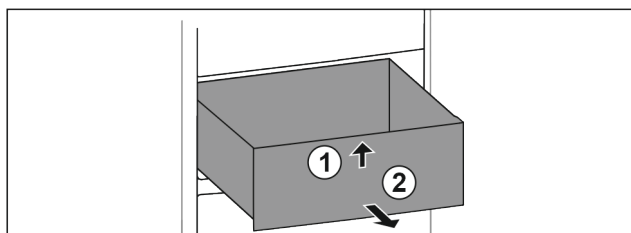

Fig. 65
- Nadvihnite zásuvku vpredu. Fig. 65 (1)
- Odoberte zásuvku dopredu. Fig. 65 (2)